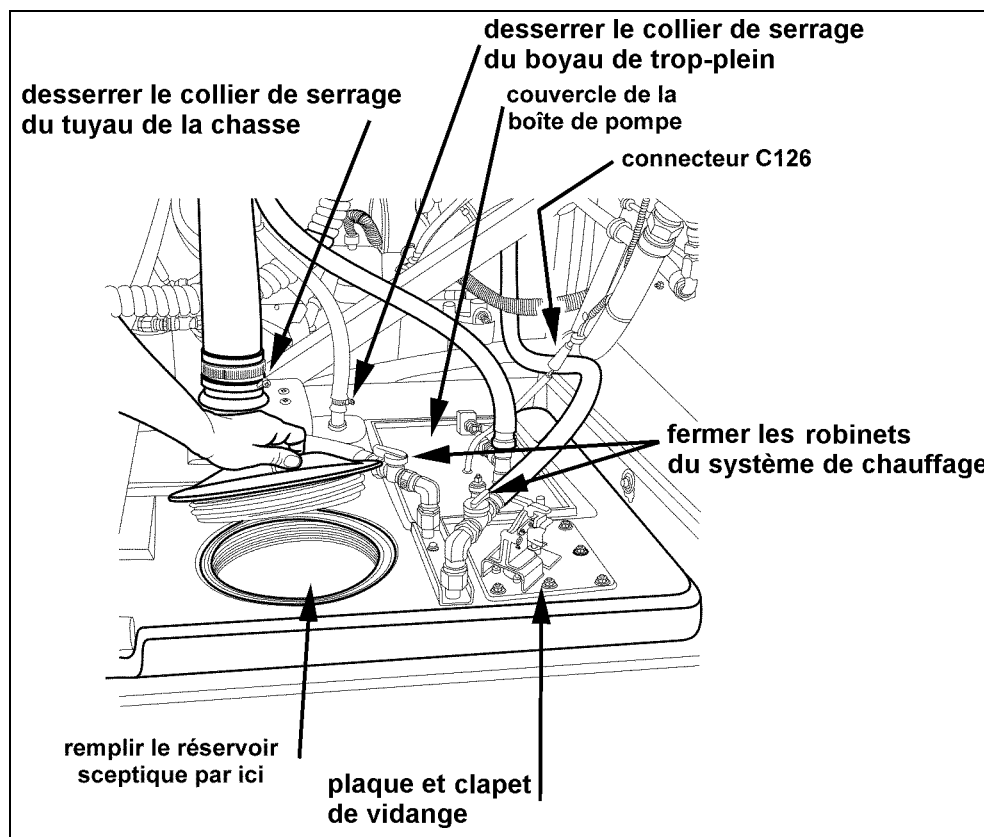
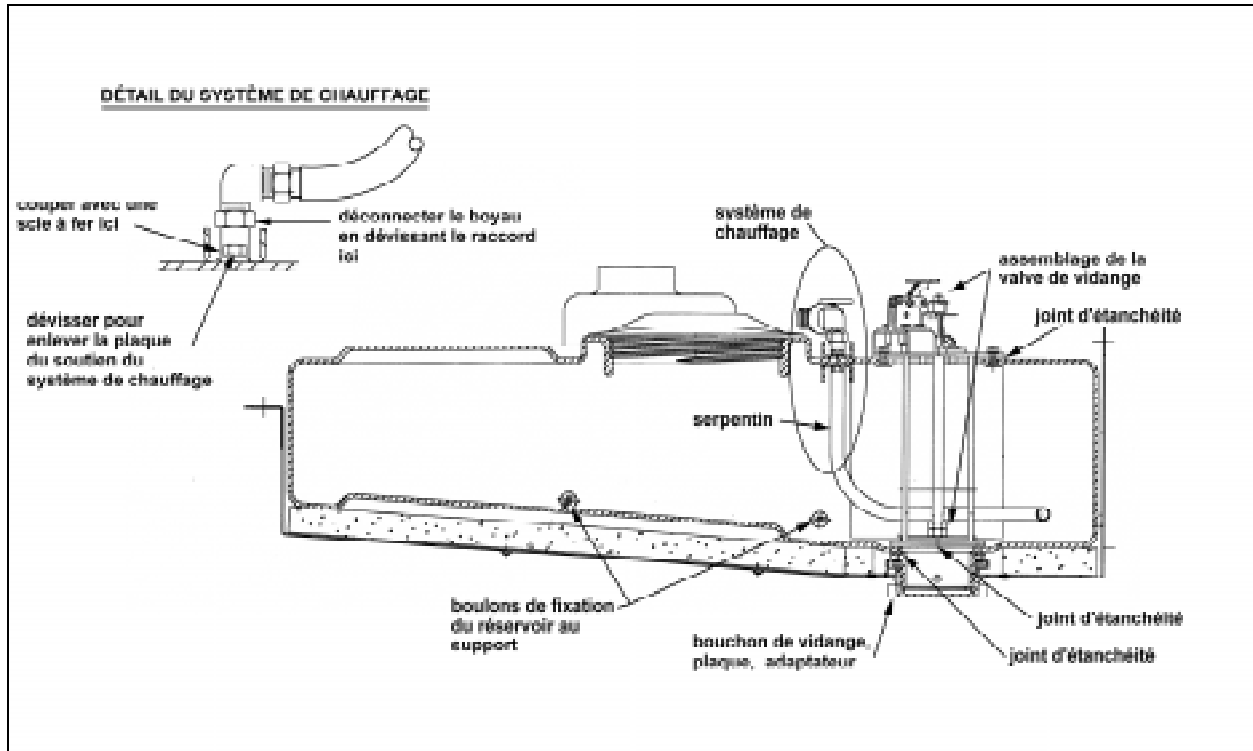
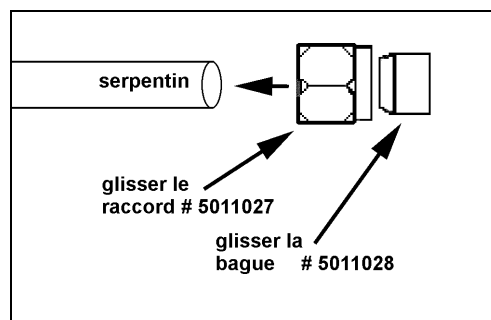

FIGURE 3 : RÉSERVOIR SEPTIQUE ET COMPOSANTES
FIGURE 4 : VUE EN COUPE DU RÉSERVOIR SEPTIQUE (H3) ET RÉSERVOIR SEPTIQUE AU-XILIAIRE (XL)
FIGURE 7 : INSTALLATION DU RACCORD SUR LE SERPENTIN
6. Dans le compartiment d'accès au côté droit du moteur, débrancher le connecteur C126 pour l'alimentation électrique de la pompe (figure 3).
7. Avec une clé 10mm, dévisser les boulons de fixation sur le couvercle de la boîte de pompe (figure 3).
9. Sous le véhicule, localiser le bouchon de vidange du réservoir. Dévisser les 4 écrous et enlever la plaque, l'adaptateur de fermeture et le joint d'étanchéité (figure 4).
10. Dans le compartiment d'accès au côté droit du moteur, déboulonner la plaque du clapet de vidange (figure 3) et retirer le tout du réservoir septique. Assurez-vous d'avoir le joint d'étanchéité (figure 4) à la base de l'assemblage car celui-ci peut être resté au fond du réservoir.
11. Fermer les robinets du système de chauffage (option) du réservoir septique (figure 3).
12. Retirer les boyaux du système de chauffage (option) en dévissant les raccords (figure 4).
13. Desserrer le collier de serrage du tuyau de la chasse et retirer le tuyau du raccord (figure 3).
14. Desserrer le colliers de serrage du boyau de trop-plein et retirer le boyau (figure 3).
16. Retirer le réservoir septique du support en dévissant les 4 boulons situés sur les côtés (figure 4).
19. Dévisser les vis de la plaque de soutien du système de chauffage (figure 4). Avec une scie à fer, couper le serpentín du système de chauffage (figure 4) et retirer le système du réservoir septique.
25. Réinstaller le tuyau de la chasse sur le raccord du nouveau réservoir et serrer le colliers de serrage (figure 3).
26. Raccorder le boyau de trop-plein sur le nouveau réservoir septique et serrer le collier de serrage (figure 3).
28. Réinstaller le serpentin du système de chauffage sur le nouveau réservoir septique auxiliaire (figure 4).
29. Rebrancher le connecteur C126 pour l'alimentation électrique de la pompe (figure 4).
30. Glisser les raccords # 5011027 et les bagues # 5011028 sur le serpentin du système de chauffage (figure 7). Reconnecter les boyaux du système de chauffage (option) aux raccords du serpentin (figure 4).
31. Réinstaller le clapet de vidange (figure 4) sur le nouveau réservoir septique. Assurez-vous de bien placer le joint d'étanchéité (figure 4) à la base de l'assemblage. Sous le véhicule, replacer le joint d'étanchéité, l'adaptateur de fermeture et la plaque. Resserrer les 4 écrous sous le véhicule.